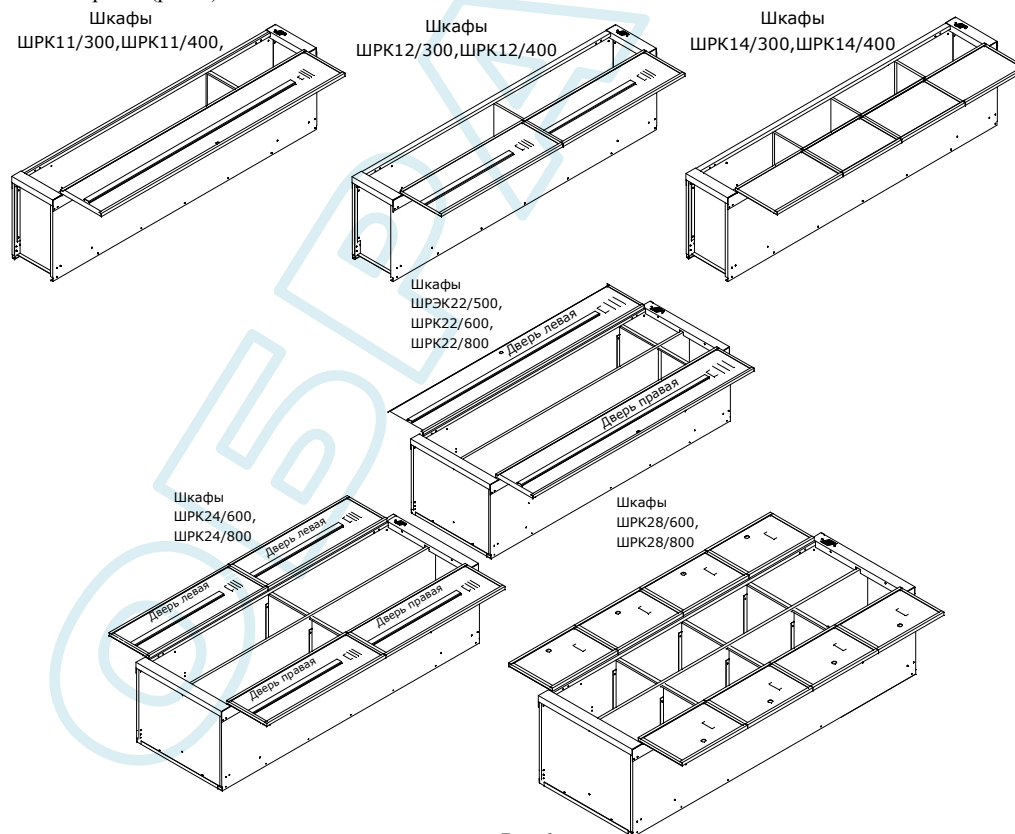

Рис.6
3.7. Закрепить двери на лицевой панели сначала через круглые и только затем через овальные отверстия (рис.6).